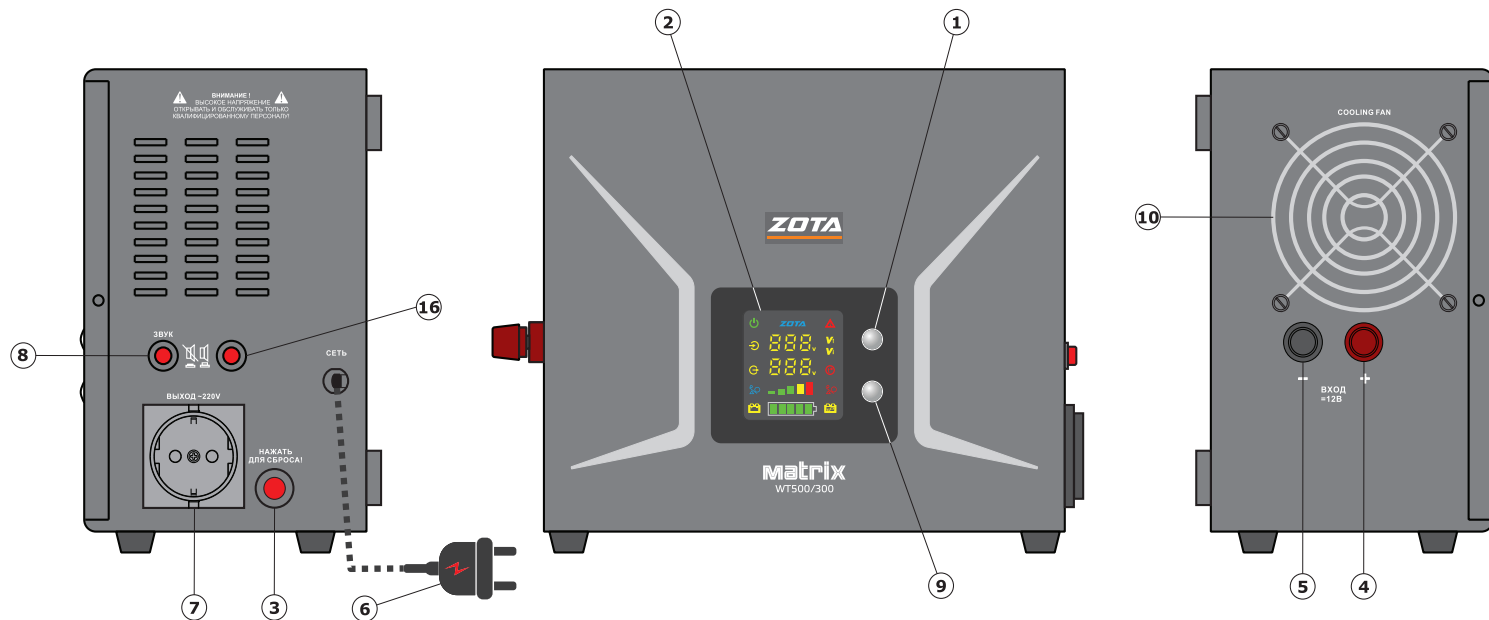
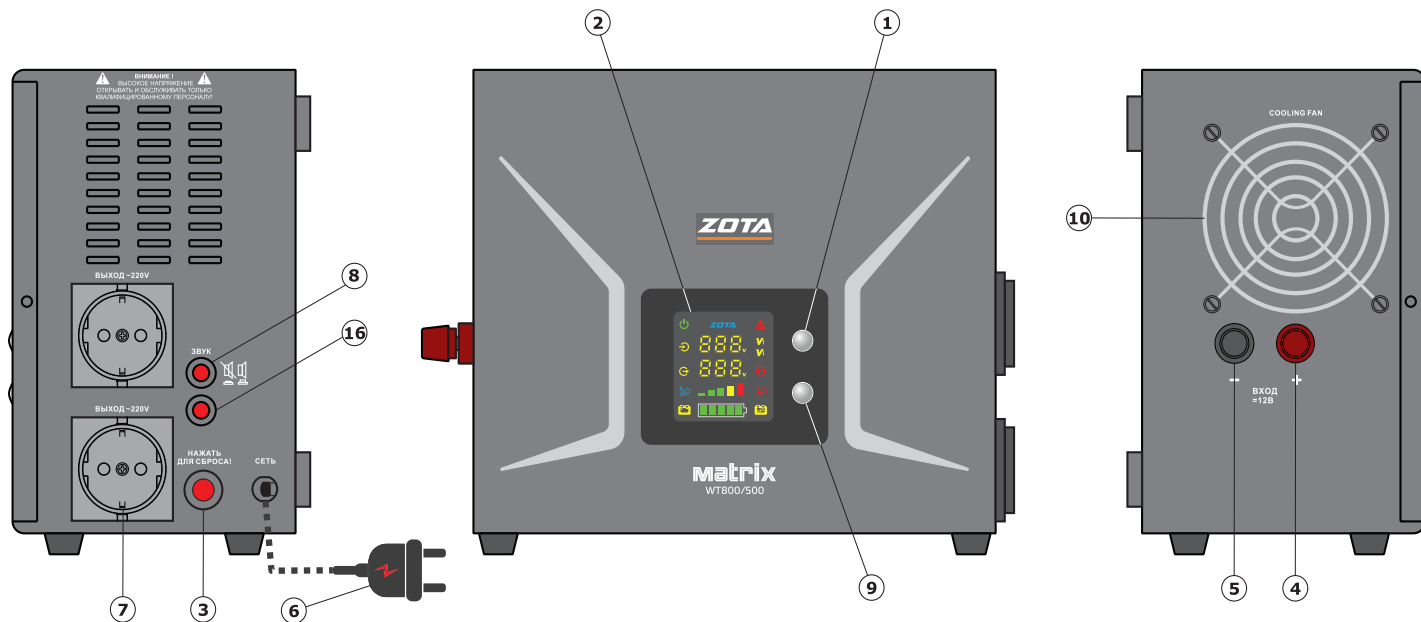
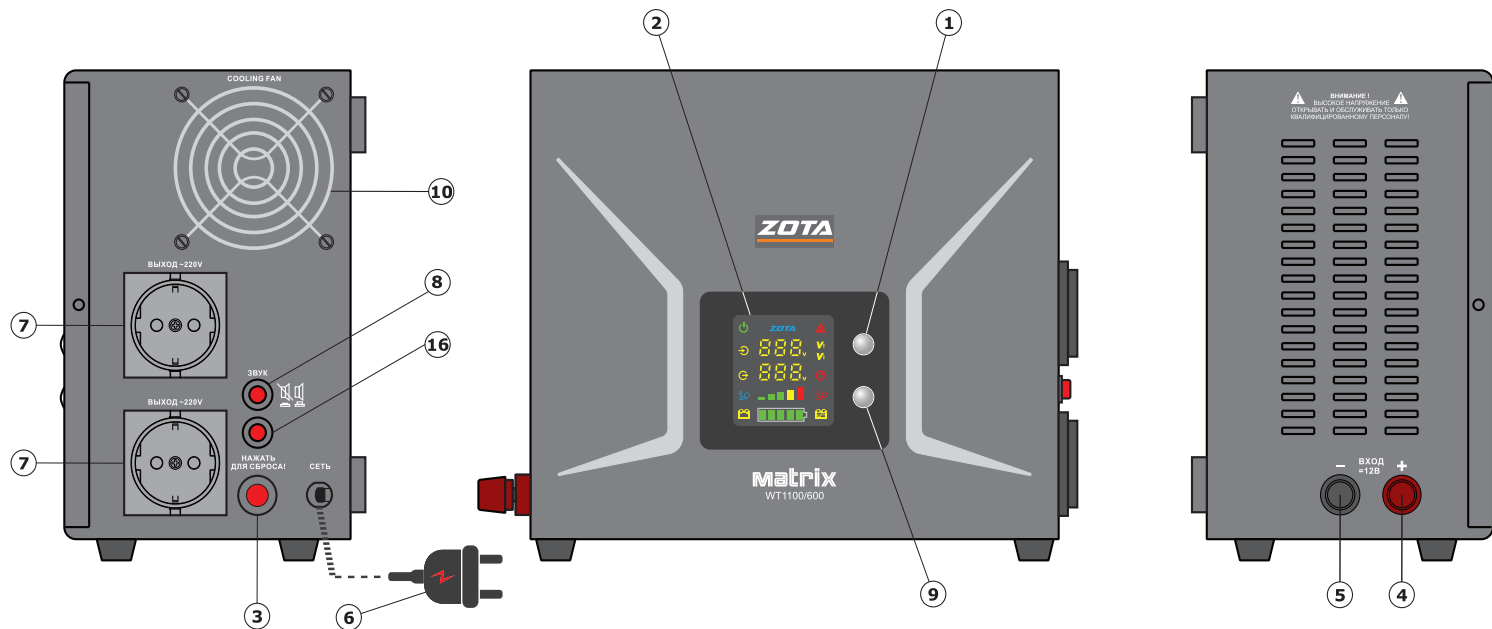
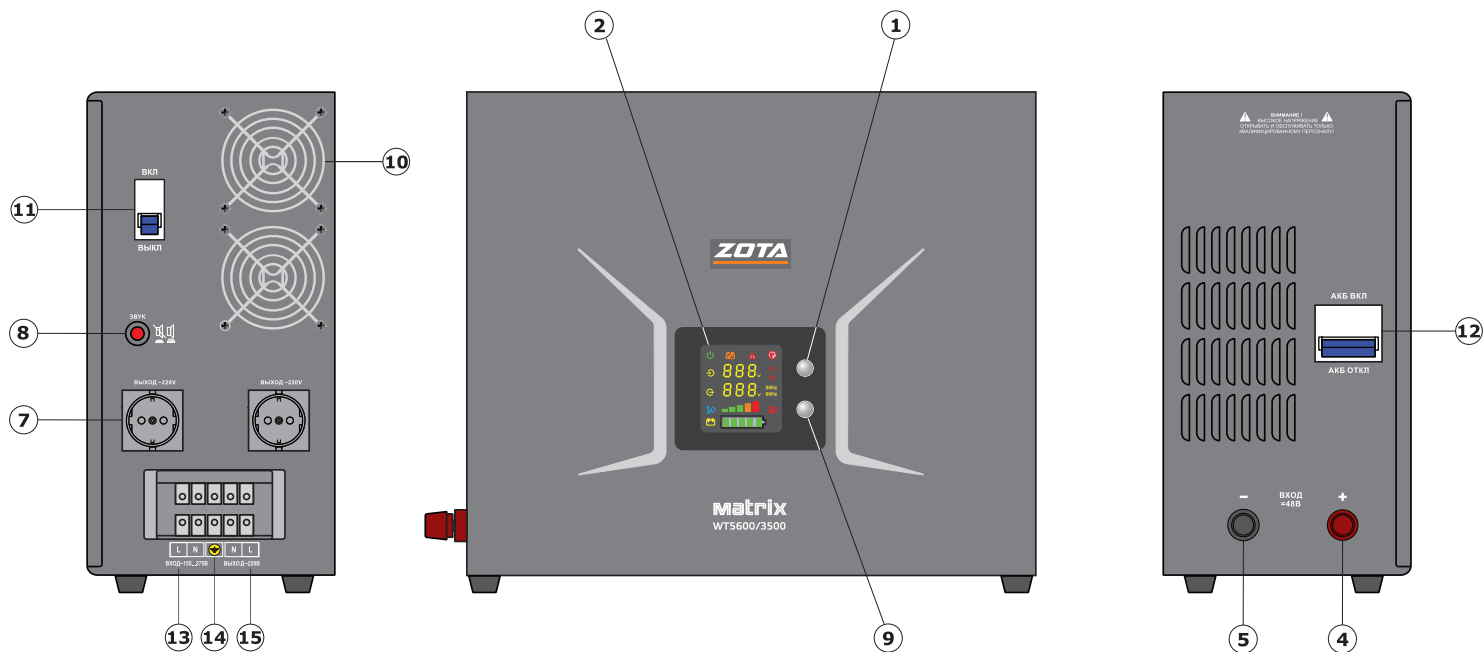

Рис. 2 Элементы управления инвертора Matrix-WT500/300
Рис. 3 Элементы управления инвертора Matrix-WT800/500
Рис. 4 Элементы управления инвертора Matrix-WT1100/600....Matrix-WT2900/1800
Рис. 5 Элементы управления инвертора Matrix-WT3400/2100....Matrix-WT8000/5000
- Перечень составных частей изделия, элементы управления и индикации представлены на Рис. 2, Рис. 3, Рис. 4 и Рис. 5, описание и назначение приведено в Табл. 4.
- Перечень составных частей изделия, элементы управления и индикации представлены на **Рис. 2**, **Рис. 3**, **Рис. 4** и **Рис. 5**, описание и назначение приведено в **Табл. 4**.
После размещения инверторов Matrix-WT3400/2100, Matrix-WT5600/3500, Matrix-WT8000/5000 в месте установки следует подключить к клемме (**Рис. 5, поз.14**) проводник заземляющего устройства, удовлетворяющий требованиям **п. 5.2**.
Расположение элементов подключения, управления и индикации для всех моделей показано на **Рис. 2; Рис. 5; Рис. 6.**
- При появлении нормального сетевого напряжения на входе инвертора устройство включается автоматически. Для принудительного включения удерживать кнопку включения  (**Рис. 2; Рис. 5, поз.1**) в нажатом положении в течение 4-х секунд, четыре коротких звуковых сигнала в течение 2-х секунд означают завершение режима самотестирования и включение выходного стабилизированного напряжения.
- Для принудительного отключения выходного напряжения удерживать кнопку  (Рис. 2; Рис. 5, поз.1) в течение 4-х секунд.